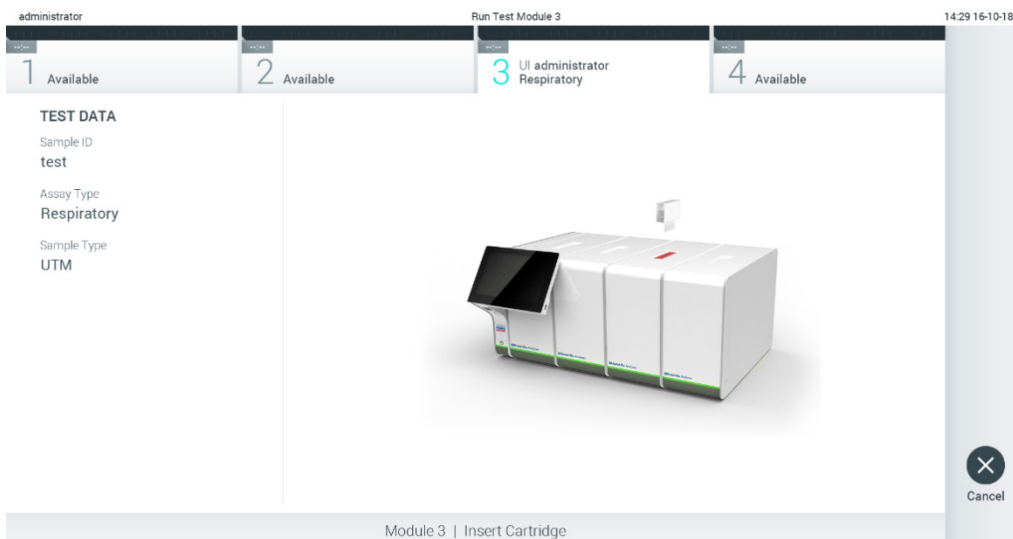

Рис. 27. Вставлення картриджа для аналізу КВІАстат-ДКс (QIAstat-Dx) в аналізатор КВІАстат-ДКс (QIAstat-Dx) 1.0.
7. Переконайтеся, що кришки для зразків порту для тампону й головного порту картриджа для аналізу КВІАстат-ДКс (QIAstat-Dx) щільно закриті. Коли вхідний порт картриджа у верхній частині аналізатора КВІАстат-ДКс (QIAstat-Dx) 1.0 автоматично відкривається, вставте картридж для аналізу КВІАстат-ДКс (QIAstat-Dx) штрих-кодом уліво, а реакційними камерами вправо (рис. 27).